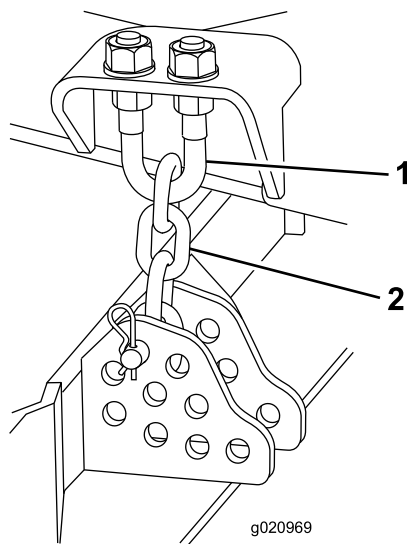

Figure 122
4. Enlevez la goupille fendue et l'axe de chape qui fixent les chaînes de hauteur de coupe à l'arrière de l'unité de coupe (Figure 122).